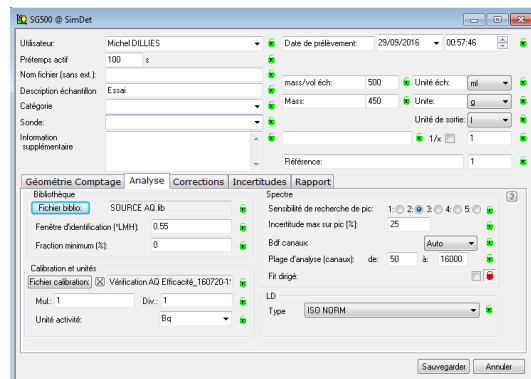

Figure 6 : Réglages paramètres par l'administrateur
- Un nom défini par l'administrateur (voir fig 6)